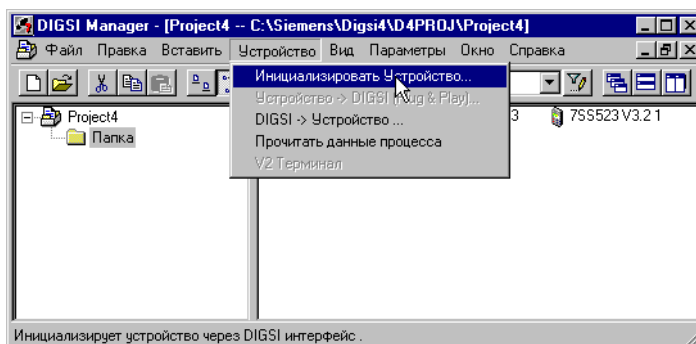

рис. 8-3 Инициализация устройства с помощью DIGSI – Пример
- В строке меню **Устройство** выберите пункт **Инициализировать Устройство** (рис. 8-3, стр. 326).